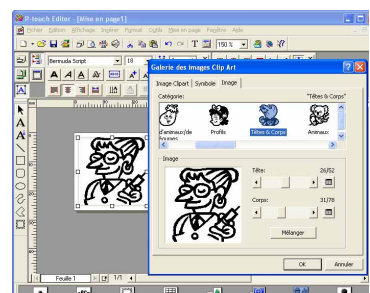

figure 22
- 3 Sélectionnez la catégorie et l'image souhaitées pour créer un personnage humoristique, puis cliquez sur le bouton OK (voir la figure 22).